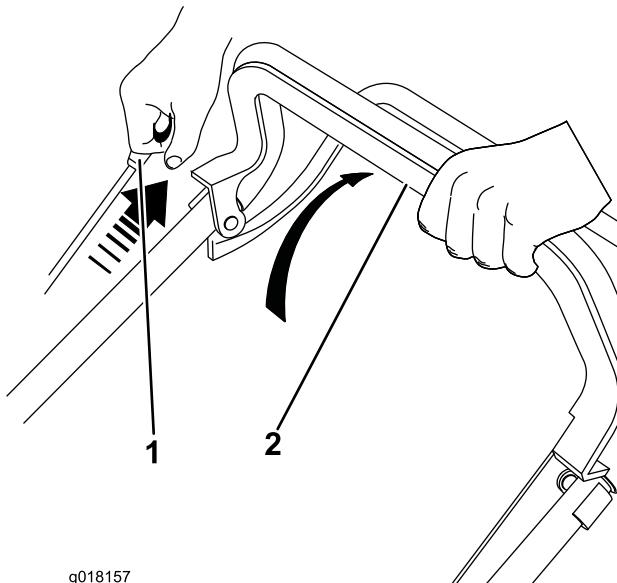

Figura 12
- Tenete la barra di comando della lama premuta contro la stegola (Figura 12).
- Tirate l'avviatore autoavvolgente (Figura 12)